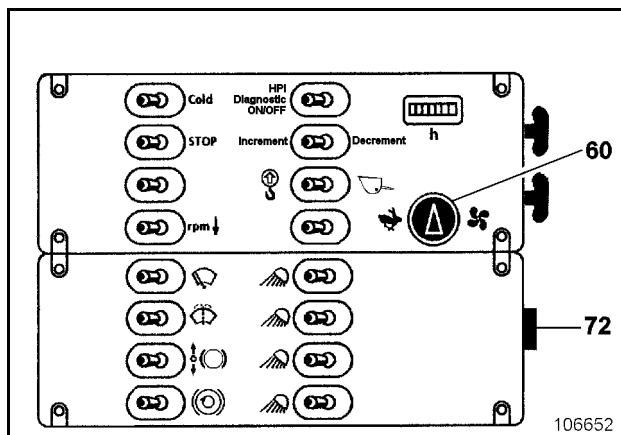

Fig. 2-42:
- Con el motor parado, poner el interruptor llave (72, Fig. 2-42:) a la posición 1.
- Poner hacia atrás la palanquita (60, Fig. 2-42:) al escalón de ventilación deseado (escalones 1 - 3).
- Si se quiere un caudal de aire caliente más fuerte, se debe conectar adicionalmente el ventilador por medio del interruptor giratorio (60, Fig. 2-42:).